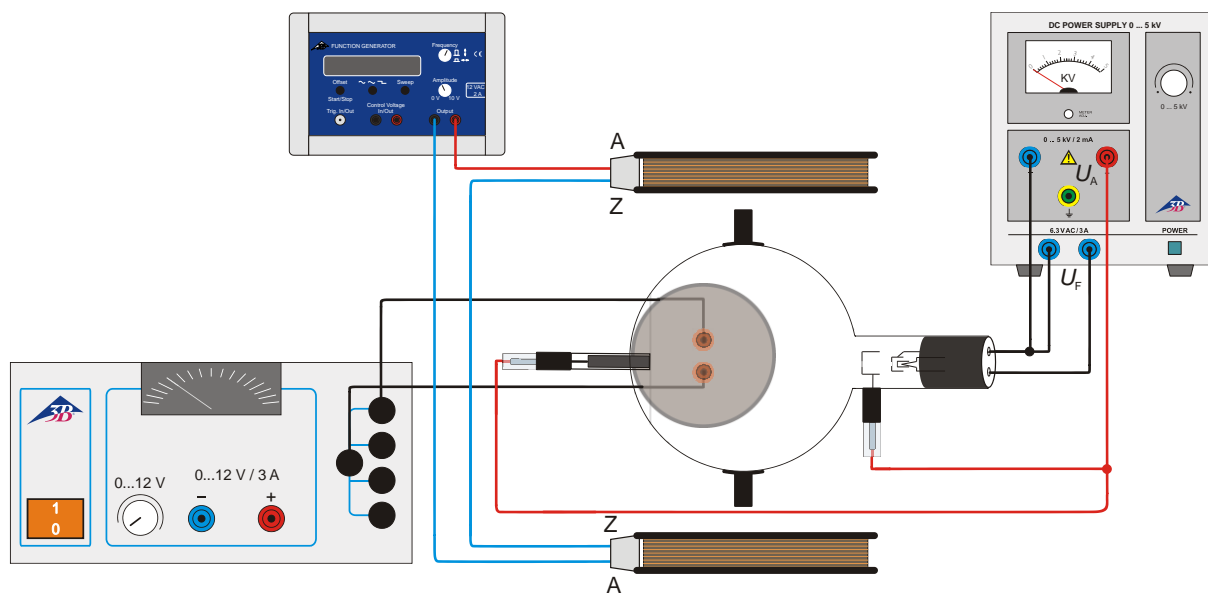

Fig.4 Déviation dans des champ alternatifs magnétiques croisés (figures de Lissajous)
- Procédez au câblage comme le montre la fig. 4.